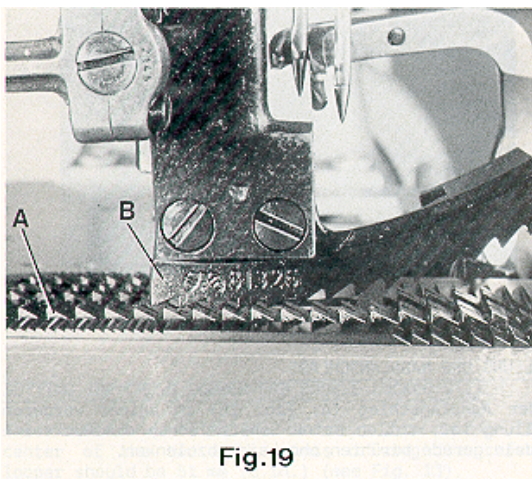

Fig.19
At highest point of feed travel the rear teeth of the feed dog (A, Fig. 19) should just project their full depth above the top surface of throat plate.
Im höchsten Punkt der Transportbewegung sollen die hinteren Zähne des Transporteurs (A, Fig. 19) gerade eine Zahnhöhe über die Stichplattenoberfläche ragen.
Simultaneously the upper feed dog (B, Fig. 19) should be positioned so that the tips of its teeth engage with the tooth spaces of the lower feed dog (A), without contacting it. When the lower feed dog (A) is in its highest and the upper feed dog (B) in its lowest point of travel, there must be a small gap between both feed dogs.
Gleichzeitig muß der Obertransporteur (B, Fig. 19) so positioniert sein, daß die Spitzen seiner Zähne in die Zahnlücken des unteren Transporteurs (A) eingreifen, ohne diesen zu berühren. Wenn der untere Transporteur (A) in der höchsten und der Obertransporteur (B) in der untersten Stellung seiner Bewegung ist, muß zwischen beiden Transporteurs ein Luftspalt sein. Die Transportwege des oberen und unteren Transporteurs müssen gleich (synchron) sein.